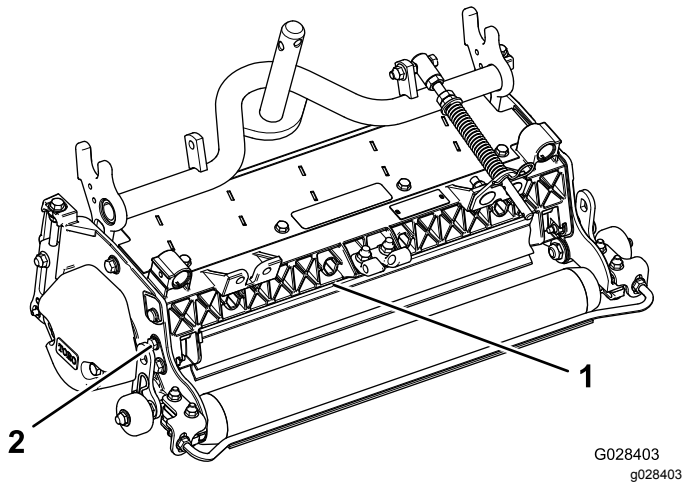

Bild 10
1. Lösen Sie die Schrauben am Scharnier des Grasschutzbleches (**Bild 10**).
2. Drehen Sie das Grasschutzblech auf die gewünschte Einstellung und ziehen Sie die Schrauben fest (**Bild 10**).